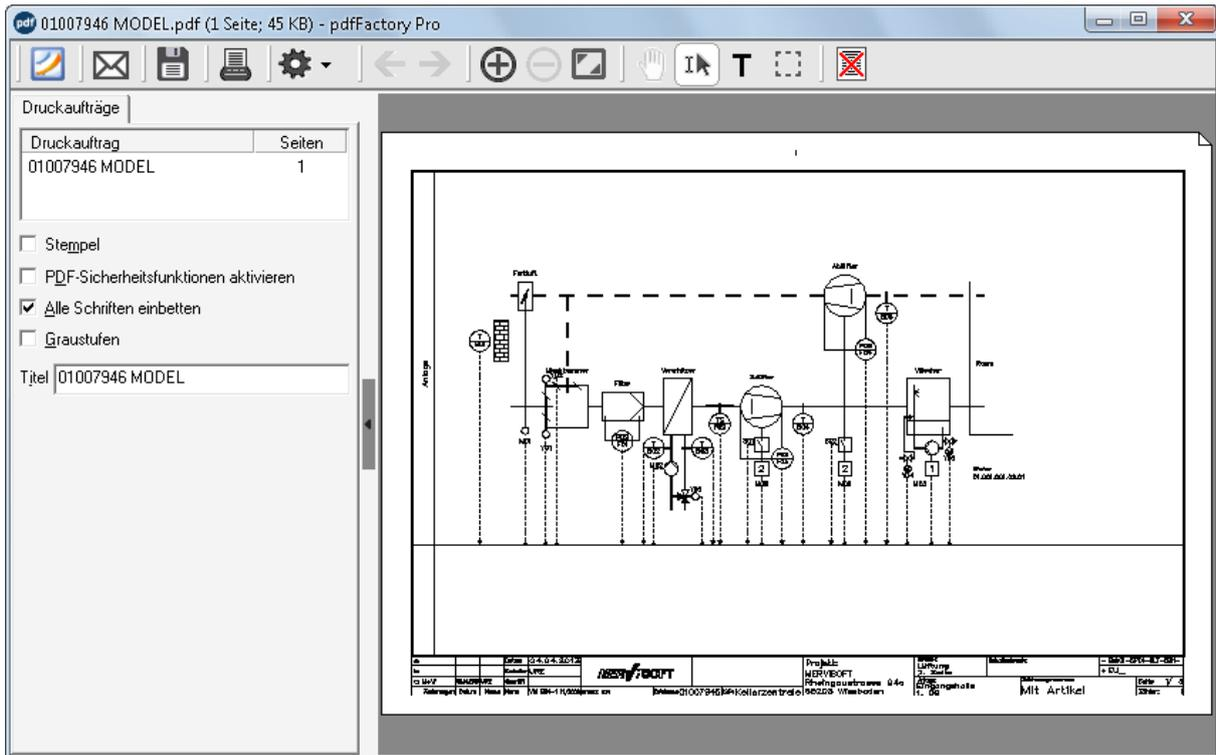

Bild 1.9 – Eine einzelne Seite oder alle zusammen in ein PDF drucken – pdfFactory macht's möglich!
- Klicken Sie nun auf *Übernehmen* oder *Drucken*. In beiden Fällen werden die Einstellungen gespeichert. Im ersteren Falle blendet *pdfFactory* ein Vorschaufenster mit der aktuellen Zeichnung ein (Abb. 1.9).